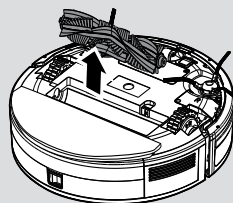

Fig. 18
3. Levante o agitador segurando uma extremidade do agitador. [Fig. 18]